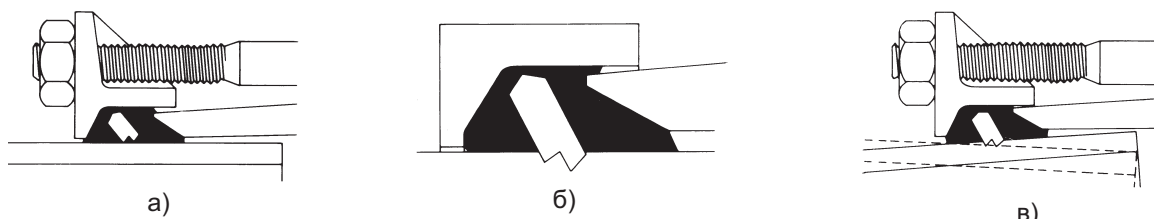

рис.7
- 2) При затягивании болтов кольца сближаются, давя на рукав. При сжатии края стальных зубьев цепляются за поверхность трубы (рис.7-а)
- 3) Дальнейшее стягивание позволяет зубьям занять правильное фиксированное положение (рис.7-б)
- 4) Когда болты затянуты с необходимым усилием, соединение FlexLock фиксируется в необходимом положении и обеспечивают герметичное соединение, в то же время позволяя некоторое угловое смещение трубы относительно арматуры (рис.7-в)